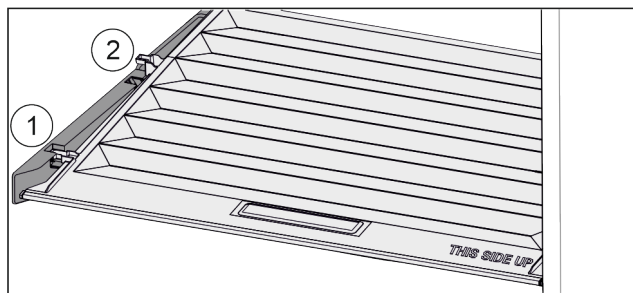

Fig. 117
- ▶ Tirer le couvercle vers l'avant jusque dans l'orifice des pièces de retenue Fig. 117 (1).
- ▶ Le soulever par le bas à l'arrière et le sortir par le haut Fig. 117 (2).